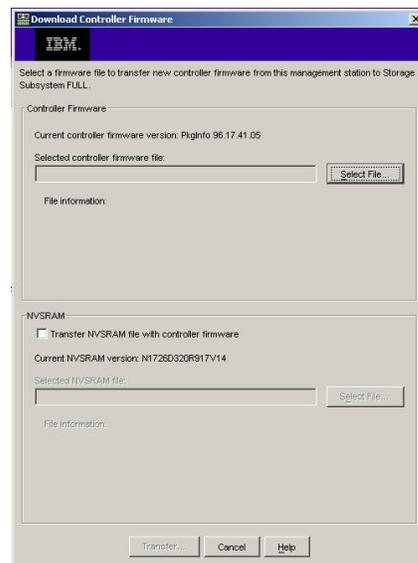

Figure 21. Fenêtre Download Controller Firmware
2. Cliquez sur **Support** → **Download firmware** → **Download Controller Firmware**. La fenêtre Download Controller Firmware s'affiche (voir la figure 21).